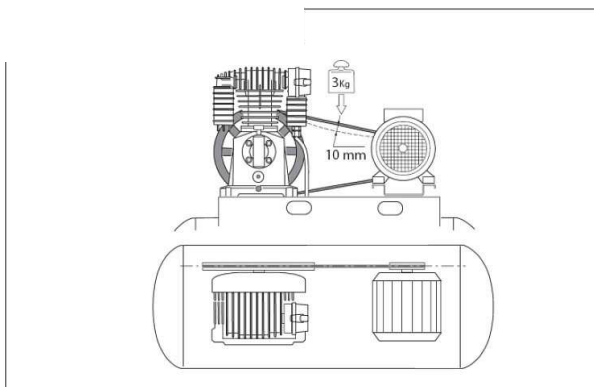

Fig. 18: Comprobación de la tensión de la correa
Paso 5: Compruebe la tensión de la correa. La correa debe combarse aprox. 10 mm si se le aplica una carga de 3 kg (Fig. 18). Si es necesario, ajuste la correa de diez en diez (desplazando el motor) y asegúrese de que la polea de transmisión y el volante de inercia permanezcan correctamente alineados.